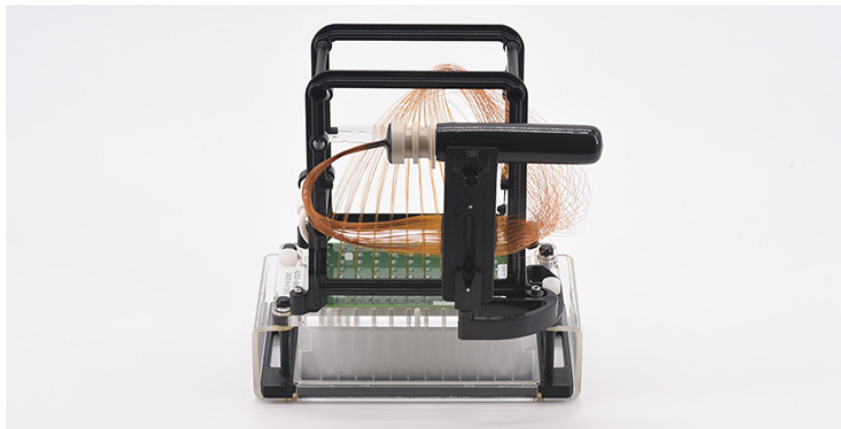

Figure 102 Station d'accueil d'array après installation du capillary array
- 5 Insérez les deux vis blanches comme illustré dans la **figure 102** pour maintenir le capillary array en place.